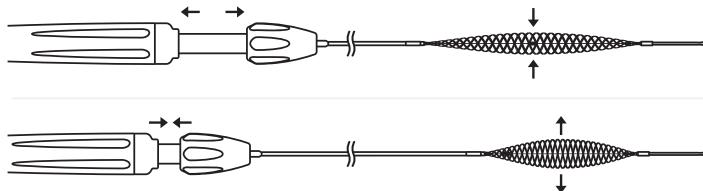

Figure 2 - Actionnement de la poignée
3. S'assurer que Cascade fonctionne correctement en actionnant la poignée et en vérifiant que le diamètre correspondant change dans le filet tressé [voir Figure 2].